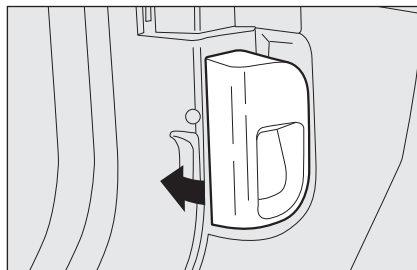

fig. 89
- tirare la leva **fig. 89** nel senso indicato dalla freccia;